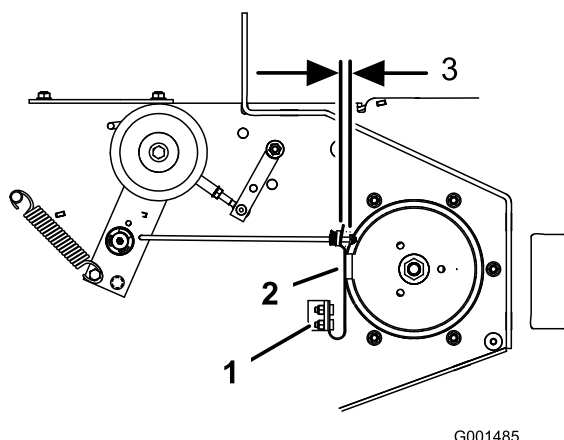

Figura 60
3. Si es necesario, ajuste los pernos de montaje del muelle hasta que la pastilla de freno de la cuchilla roce contra ambos lados de la ranura de la polea (Figura 60).
4. Ajuste la tuerca del extremo de la varilla de freno de la cuchilla hasta que quede un espacio de 3 a 5 mm entre la tuerca y el espaciador (Figura 60).